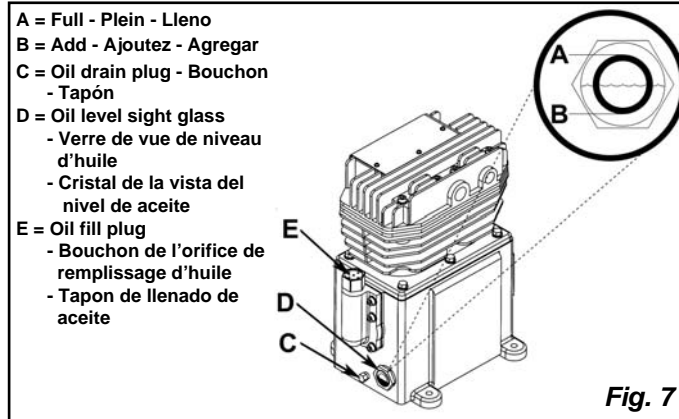

Fig. 7
Check the level of oil in the pump with the sight glass. The pump oil level must be between **A** and **B** (See Fig. 7). Do not overfill or underfill.
Remove the oil plug (**C**) (Fig. 7) and drain the oil until it slows to a drip, then close. Add oil to the pump by first removing the breather plug (**E**). Add oil until the level viewed through the sight glass (**D**) is between FULL (**A**) and ADD (**B**). Never overfill or underfill the pump.
Vérifiez le niveau d'huile dans la pompe grâce au voyant. Le niveau d'huile dans la pompe doit être situé entre les marques A et B (voir Fig. 7). Ne remplissez pas trop, mais remplissez suffisamment.
Retirez le bouchon d'huile (C) (Fig. 7), laissez s'écouler l'huile jusqu'à ce qu'elle s'égoutte puis refermez le bouchon.